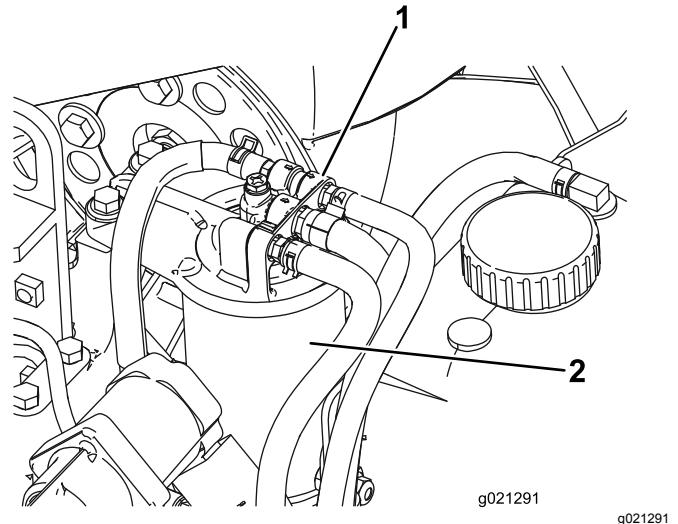

Bild 80
2. Entfernen Sie den Filter und reinigen die Kontaktfläche (Bild 80).
1. Reinigen Sie den Bereich um den Kraftstofffilterkopf (Bild 80).